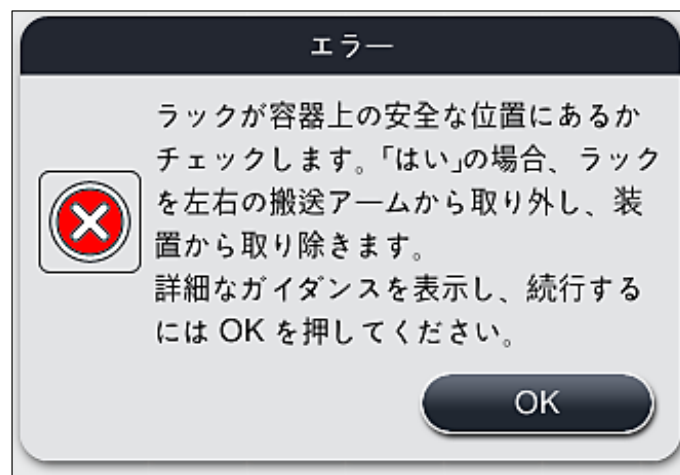
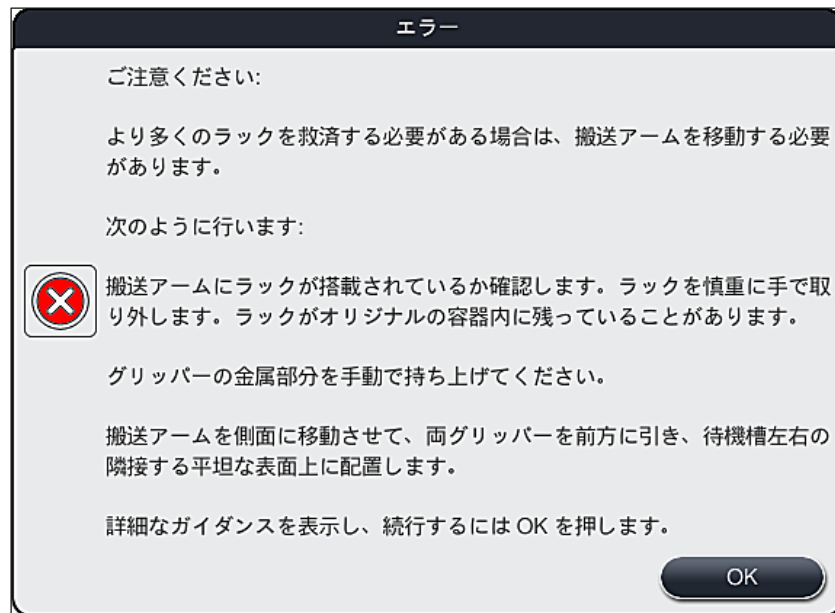

図 108
図 109
2. 続いて、この情報メッセージ (→「図 108」) が表示され、装置の 1 つまたは 2 つのラックが 2 つの試薬容器の間の安全な位置 (→「図 104」) に置かれているかどうかをチェックするように促します。
3. 「OK」ボタン (→「図 108」) を押すと、さらに情報メッセージ (→「図 109」) が表示され、該当するラックを取り出すための正しい手順に関する指示が出ます。